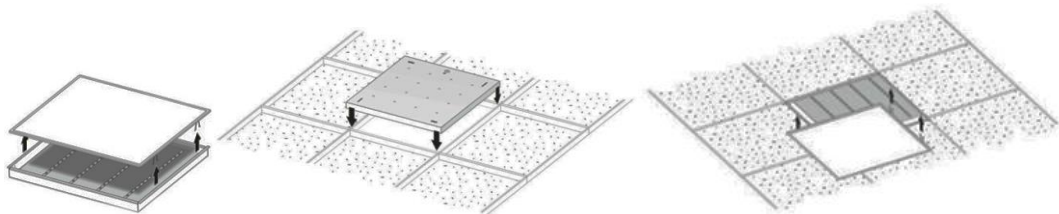

Рисунок 6 — Установка светильника Geniled серии Экофон на подвесную конструкцию.
8.4.3. Установите основание светильника на монтируемое место (Рисунок 6). Следите за тем, чтобы кабель не оказался зажат между элементами конструкции потолка и светильника. Убедитесь, что основание светильника надежно закреплено на потолке.